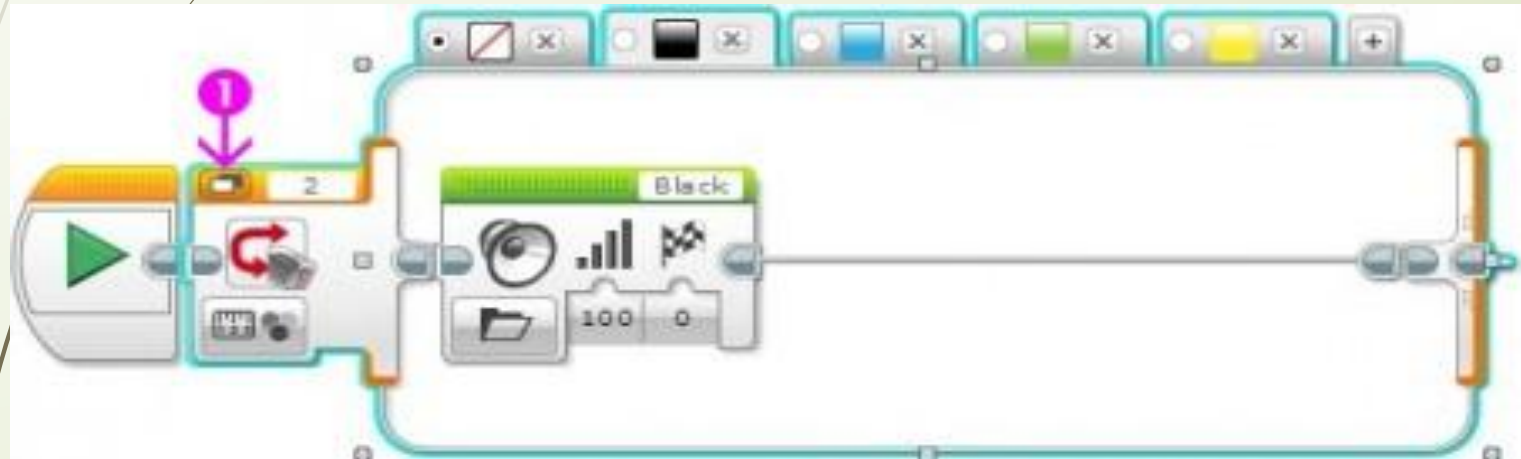

Рис. 4
- Наш программный блок **"Переключатель"** значительно увеличился в размерах. Специальная кнопка (**Рис. 4 поз. 1**) позволяет переключить режим отображения блока на экране на **"Вид с вкладками"**. Изменим размеры блока для комфортного визуального отображения.